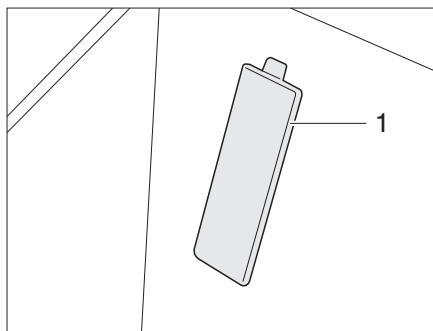

Fig. 262 Tapa del número de chasis (vehículo básico Fiat)
- ▷ En los vehículos con base de Fiat, el número de chasis se encuentra debajo de una tapa (Fig. 262,1) en la entrada del lado del acompañante.